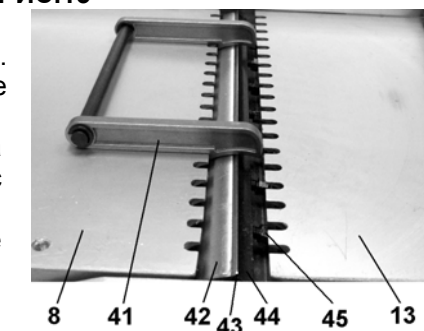

Рис. 13
12. ЗАМЕНА И УСТАНОВКА СТРОГАЛЬНЫХ НОЖЕЙ, РИС.13